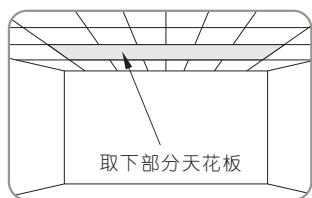
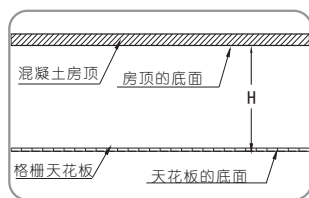

图 1
图 2
1. 按照用户的投影机参数来选定安装升降架的位置，根据升降架所需安装空间，取下部分天花板(图1)，准确测量混凝土房顶的底面到天花板的底面高度距离  $H$  (图2)